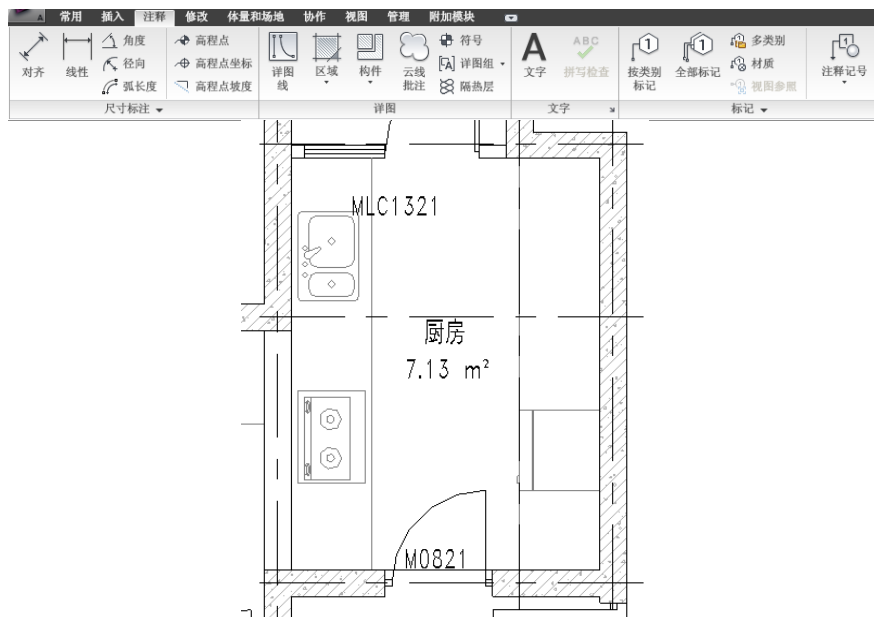

图 2-32
- 5) 点击“注释”选项卡>“详图”面板>“详图线”按钮，在类型选择器中选择“01\_实线\_灰”在图示位置绘制两条直线示意操作台边界（如图 2-32 所示）。